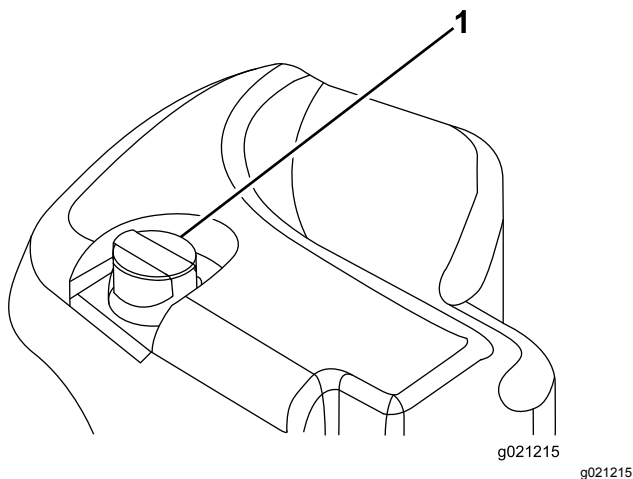

Figura 101
2. Limpe a zona em redor do tubo de enchimento e da tampa do depósito hidráulico (Figura 101). Retire a tampa do tubo de enchimento.